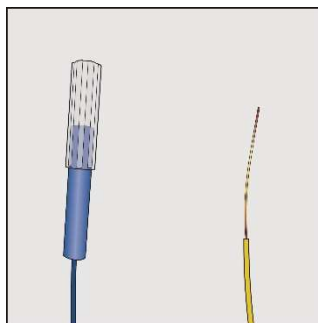

Abb. 3-31
- Ziehen Sie den nicht am Anschluss befestigten Zünderdraht heraus (Abb. 3-31).